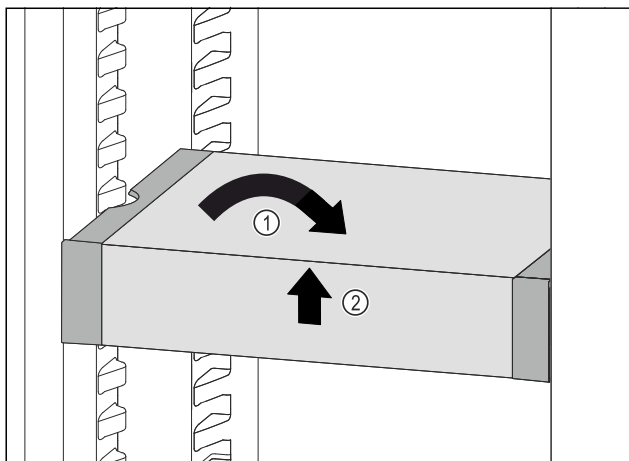

Fig. 130
- Вирівняти VarioSafe. Fig. 130 (1)
- Підняти VarioSafe спереду. Fig. 130 (2)